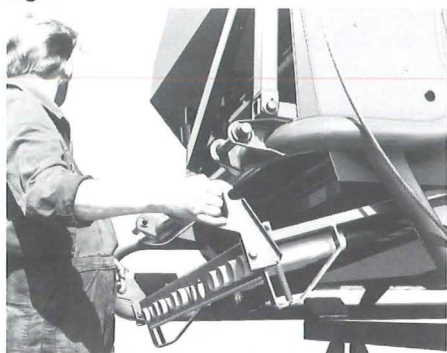
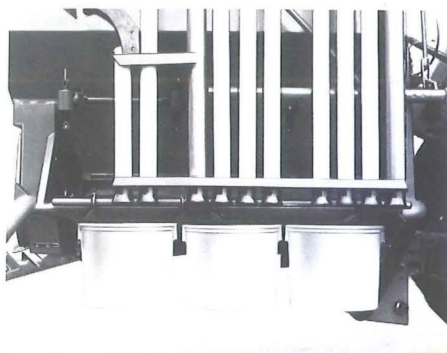

Fig. 10
Fig. 11
Die Anzeige (5) zeigt einen bestimmten Wert an. Verstellen Sie mit dem Schalter „+ / —“ (4) so lange, bis Sie einen mittleren Wert – etwa 50 – erreichen. Die Abdrehprobe wird der Einfachheit halber mit einer Maschinenseite – halbe Arbeitsbreite – vorgenommen. Bei eingeklappter Maschine ist an einer Seite die Injektorschleuse auszuhängen (Fig. 10). Anschließend werden 3 Meßeimer unter die Dosiereinheiten gehängt (Fig. 11). Damit die Dosiergehäuse mit Dünger gefüllt sind und sofort fördern, wird kurzzeitig mit dem Gesamtschalter (6) ein- und wieder ausgeschaltet. Die Eimer sind anschließend wieder zu entleeren.